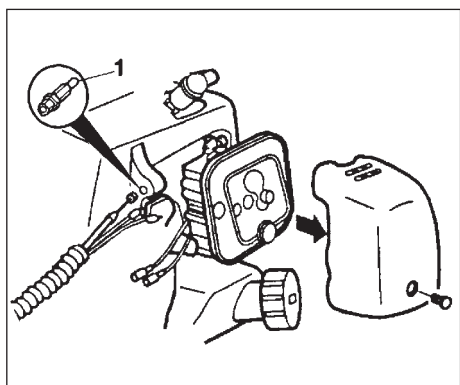
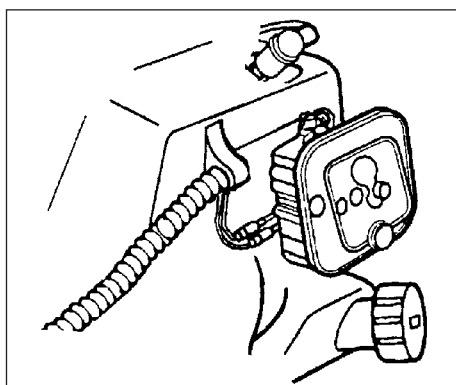

Fig. 1-4
Fig. 1-5
Afmonter luftfilterdækslet (Fig. 1-4). Forbind stopsnorene (Fig. 1-5).
Sæt den yderste modtager (1) (hvis denne følger med) i holderen i kablet, og sæt kablet til gashåndtaget gennem den yderste modtager (Fig. 1-4).